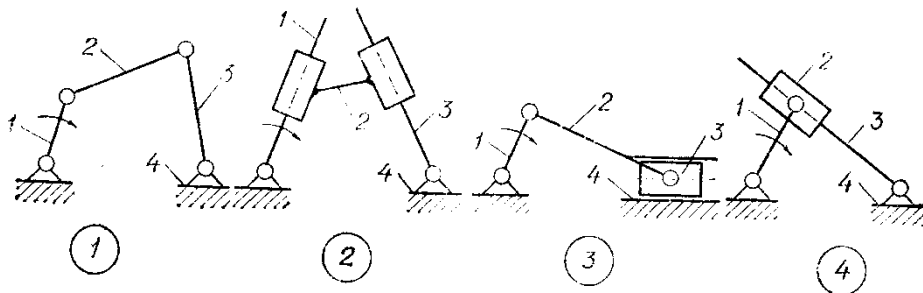

Рис. 2.7.
39. Какой из четырех изображенных на рис. 2.7, механизмов называется кривошипно-ползунным?
40. Какой из четырех изображенных на рис. 2.7, механизмов называется кулисным?
41. Какой из четырех изображенных на рис. 2.7, механизмов называется двухкулисным?
47. Какой из четырех механизмов, изображенных на рис. 2.7, имеет следующее строение:
48. Какой из четырех механизмов, изображенных на рис. 2.7, имеет следующее строение:
49. Какой из четырех механизмов, изображенных на рис. 2.7, имеет следующее строение: